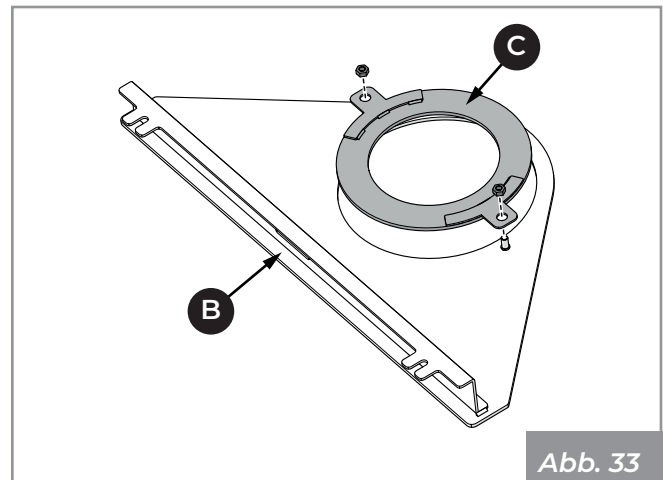

Abb. 33
- Drehen Sie die Platte **(B)** und entfernen Sie die Halterung **(C)** **(Abb. 33)**.